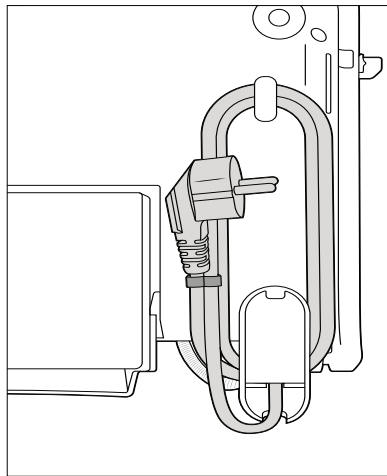

Abb. 2
- ◆ An der Unterseite des Gerätes befindet sich eine Kabelaufwicklung **3**. Wickeln Sie das Netzkabel im Uhrzeigersinn um den Haken und den Fuß des Gerätes (Abb. 2).